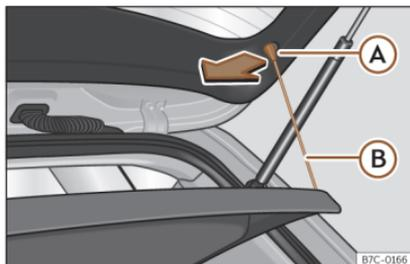

Fig. 115 En el maletero: desmontar y montar la bandeja.
- Desenganche los tirantes de sujeción >>> fig. 115 (A) de los alojamientos (B).
- Enganche los tirantes de sujeción >>> fig. 115 (B) en el portón trasero.